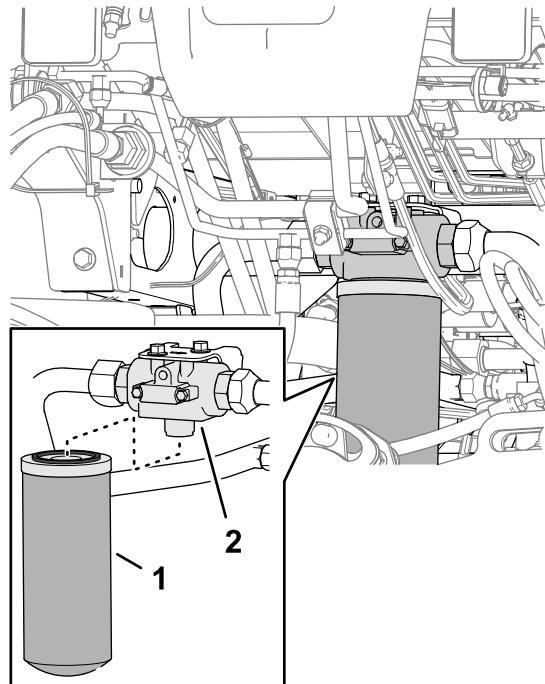

Figure 106
2. Placez un bac de vidange sous le filtre de retour, à l'avant de la machine (Figure 106).